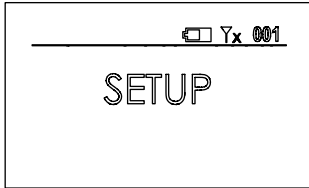

Fig. 3
2. Als nächstes wird der Konfigurationsbildschirm automatisch angezeigt (Abb. 3). Das Gerät wartet weiterhin auf die Zapfstellennummer, die Sie zuordnen möchten.